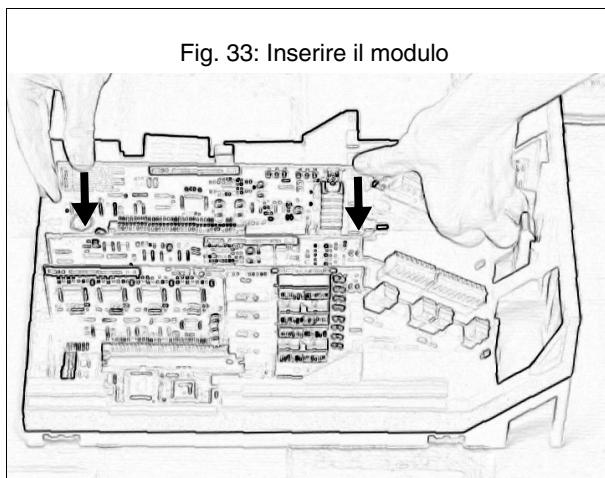

Fig. 33: Inserire il modulo
- Inserire il modulo: Introdurre il modulo tra entrambi i blocchi scheda e premerlo verticalmente in basso verso la scheda base, fino a quando scatta in modo sicuro in posizione. Vedere la Fig. 33 a pagina 33.